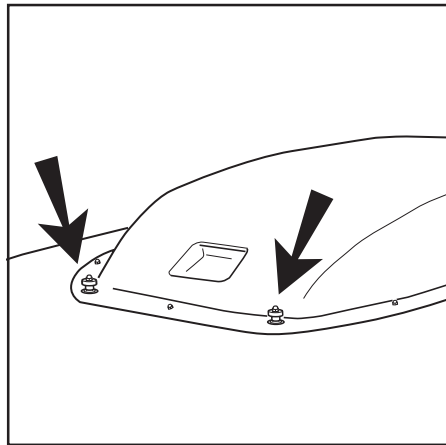

Abb. 55
- 1 - Feststellhandräder (Abb. 55) aufdrehen, die Kuppel von vorne anheben und bis zum Anschlag nach hinten drehen;